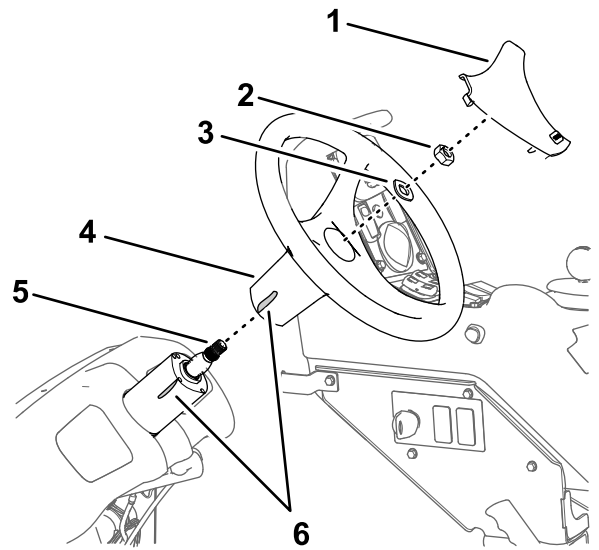

图 158
2. 拆除方向盘的盖子图 158。
3. 拆下将方向盘固定到转向阀上的螺母 $\frac{5}{8}$ 英寸和垫圈 $\frac{5}{8}$ 英寸然后取下方向盘图 158。
1. 用一条胶带在转向阀上标记方向盘的位置图 158。